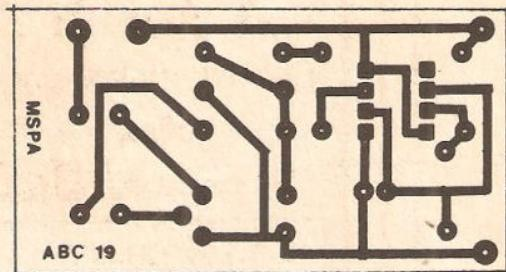

FIG. 3
- FIG. 3 - LAY OUT DO CIRCUITO IMPRESSO ESPECÍFICO - O padrão de ilhas e pistas é suficientemente “folgado” para não gerar nenhum tipo de problemas durante a confecção (traçagem, corrosão, furação, limpeza, etc...). Como todas as técnicas de preparo, confecção e utilização de Circuitos Impressos já foram exaustivamente detalhadas nas “Aulas” anteriores do ABC, não vamos “gastar palavras” aqui com o tema.. Só lembramos da “eterna” necessidade de uma boa conferência final, na busca (e para a correção...) de eventuais defeitos, lapsos, curtos, essas coisas... Lembrando que a figura está em escala 1:1 (tamanho natural), e portanto pode ser “carbonada” diretamente da página da Revista... Usar um “xerox” nem sempre é boa idéia, já que algumas dessas máquinas copadoras costumam alterar a proporção real do original (só uns 2 ou 3%) de forma que componentes cujos terminais são rigidamente posicionados e espaçados (como os Integrados, por exemplo...) podem ficar com sua inserção dificultada...